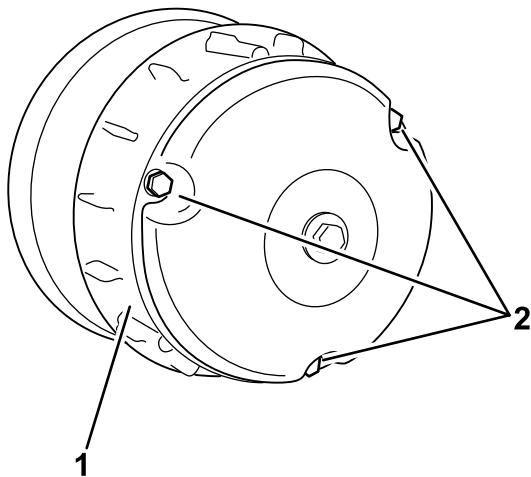

Figura 63
2. Retire os 3 parafusos que fixam a tampa    embraiagem e retire a tampa (Figura 63).
4. Coloque a tampa da embraiagem e fixe-a com os 3 parafusos (Figura 63) que retirou em 2.